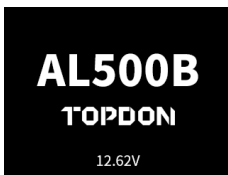

図 3.1.6
5. スキャンツールが DLC に正しく接続されると、ユニットは初期化を開始し、メインメニュー画面を表示します。(図 3.1.6 を参照)